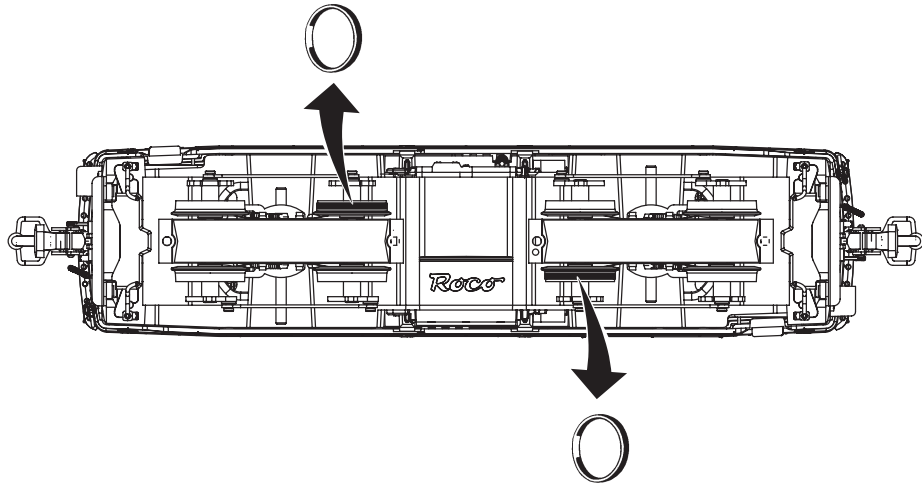

Fig. 7
1. Schmierung: Versehen Sie die im Schmierplan in Fig. 7 gekennzeichneten Stellen mit nur **kleinen Öltropfen**. Dazu zuerst das Lokgehäuse abnehmen (Fig. 3). Wir empfehlen den ROCO **Öler Art.-Nr. 10906**. Fürs Schmieren der Getriebeteile (Zahnräder, Schnecke) empfehlen wir das **ROCO-Spezialfett Art.-Nr. 10905**. Im Falle der Schmierung diese Teile **nicht ölen**.
1. Lubrication: Apply **tiny oil drops** to spots marked in fig. 7. Prior to lubrication dismantle locomotive (fig. 3). We recommend using item no. **10906, Roco oiler**. For lubrication the gearparts (e.g. cogwheels, worm) we would recommend our Roco **special grease** (item no. **10905**).
1. Graissage: N'appliquez **qu'une toute petite goutte** aux endroits indiqués par le plan de graissage (fig. 7) après avoir démonté la caisse de la locomotive (fig. 3). Nous vous recommandons **le graisseur à huile Roco réf. 10906**. Pour graisser les engrenages (roues dentées, vis sans fin) nous vous conseillons la **graisse spéciale Roco réf. 10905** pour engrenages en matières synthétiques. Lorsque vous utilisez cette graisse il faut éviter d'huiler ces composants.